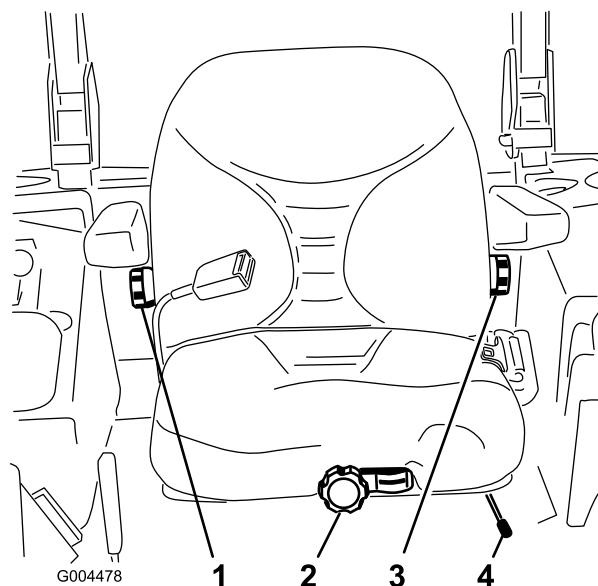

図 11
1. 調整は、レバーを横に動かしてシートのロックを解除して行います 図 11。
調整は、右側のアームレストの下にあるノブを回して最も乗り心地が良い位置にセットします 図 11。
調整は、左側のアームレストの下にあるノブを回して最も乗り心地が良い位置にセットします 図 11。